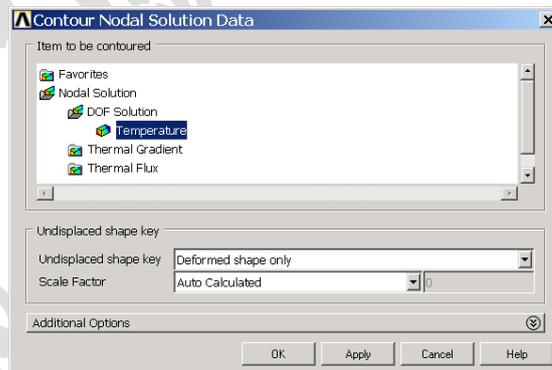
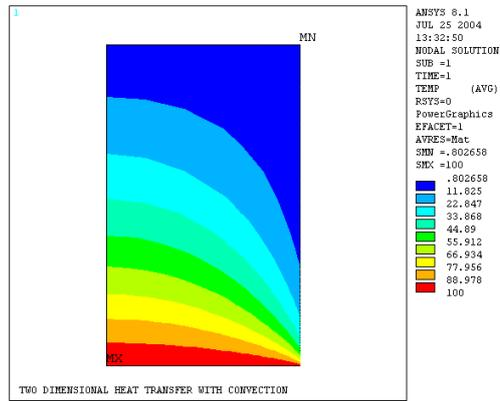

图4.90 选择温度场数据
图4.91 温度场分布图
(13) 下面可查看分析结果，单击 Main Menu>General Postproc>Plot Results>Contour Plot>Nodal Solu 菜单，按图 4.90 选择温度场结果，并单击【OK】按钮。最终得到的温度场分布如图 4.91 所示。